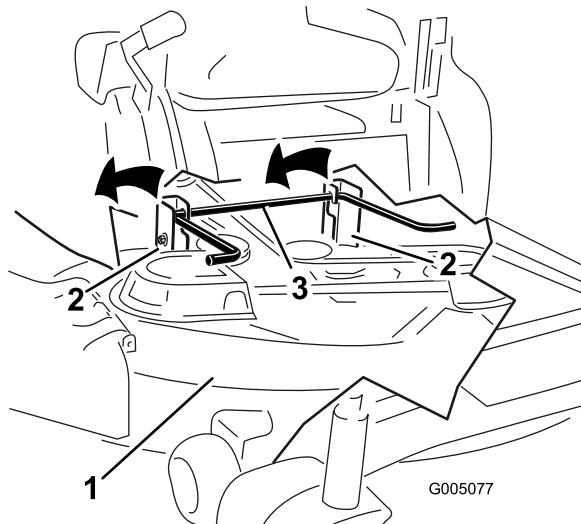

Figura 57
6. Eleve la carcasa de corte y separe ésta y las pletinas de suspensión de la varilla de elevación trasera; luego baje el cortacésped con cuidado al suelo (Figura 57).
- Eleve la parte trasera de la carcasa de corte y coloque los soportes sobre la varilla de elevación trasera (Figura 57).